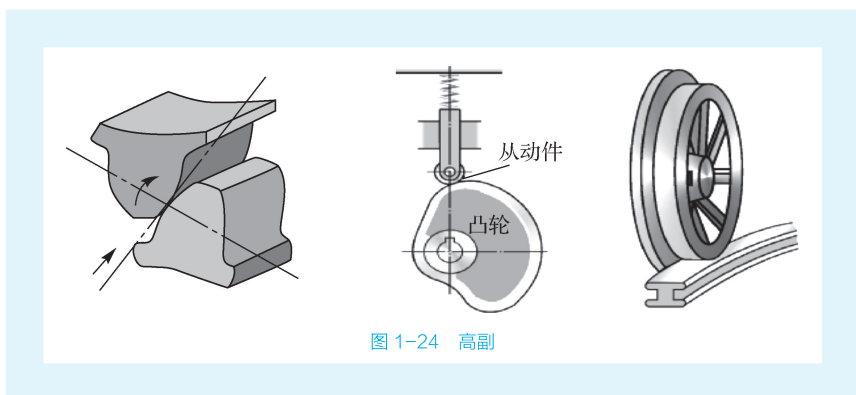

图 1-24 高副
(2) 高副。两构件通过点或线接触组成的运动副为高副,如图 1-24 所示。